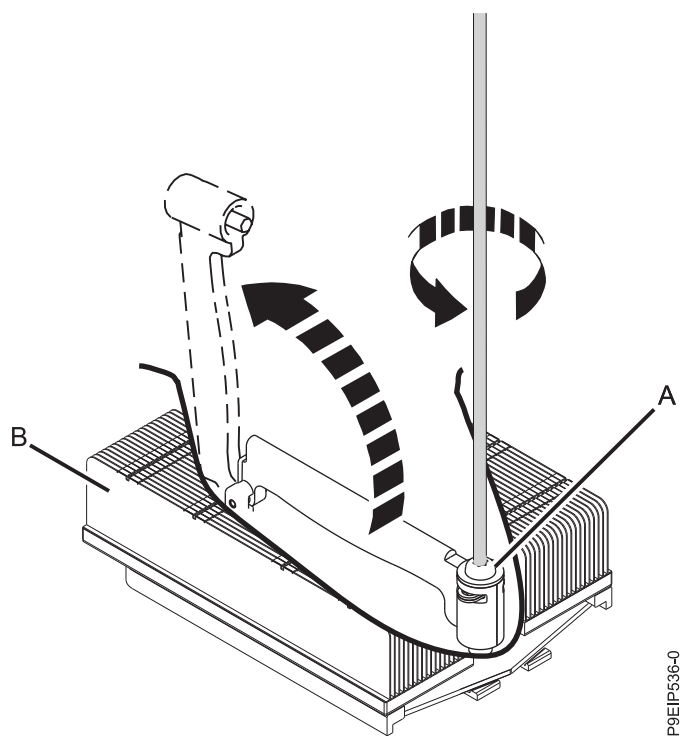

Figura 55. Soltando o Parafuso do Braço de Carregamento do Dissipador de Calor
4. Solte o parafuso do braço de carregamento **(A)** do dissipador de calor do processador do sistema **(B)** que está sendo removido usando uma chave de fenda Phillips #3. O braço de carregamento gira para cima na direção mostrada na Figura 55 na página 57.